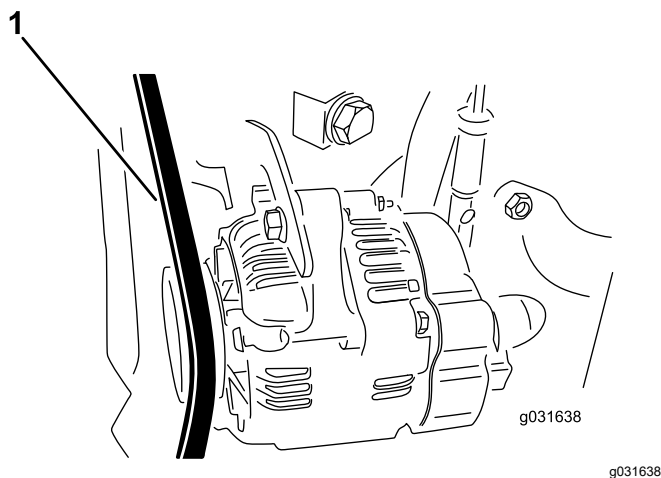

図 61
2. プーリとプーリの間中部でベルトを指で 0.25 kg 程度の力で押して点検する 図 61。